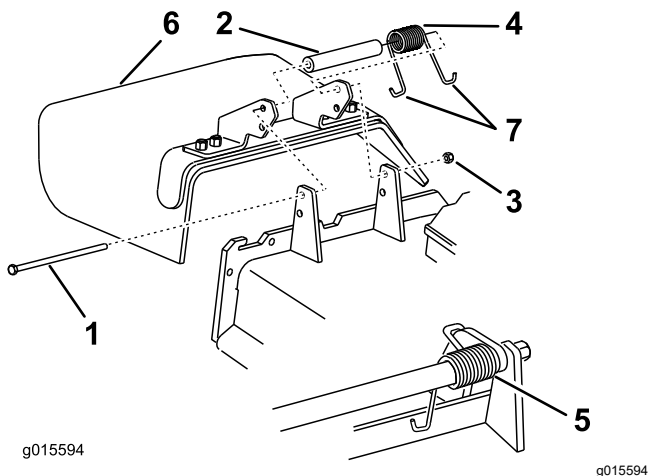

Bild 88
1. Entfernen Sie die Sicherungsmutter, Schraube, Feder und das Distanzstück, mit denen das Ablenkblech an den Schwenkhalterungen befestigt ist (Bild 88).
2. Entfernen Sie defekte oder abgenutzte Ablenkbleche (Bild 88).
Hinweis: Achten Sie darauf, dass ein J-Hakenende der Feder hinter der Mähwerkkannte befestigt ist, bevor Sie die Schraube einsetzen, wie in Bild 88 abgebildet.
6. Führen Sie ein J-Hakenende der Feder um das Ablenkblech (Bild 88).